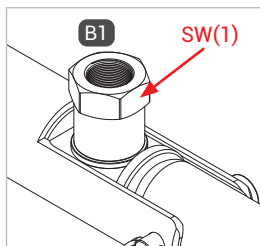

Figure 1
- ▶ Lors du montage de la conduite de fluide, exercez une contre-pression sur le méplat SW(1) (Figure 1) à l'aide d'une clé plate.
- ▶ Vissez hermétiquement l'entrée fluide « B1 » à l'embout de raccordement de la conduite de fluide (Figure 1).